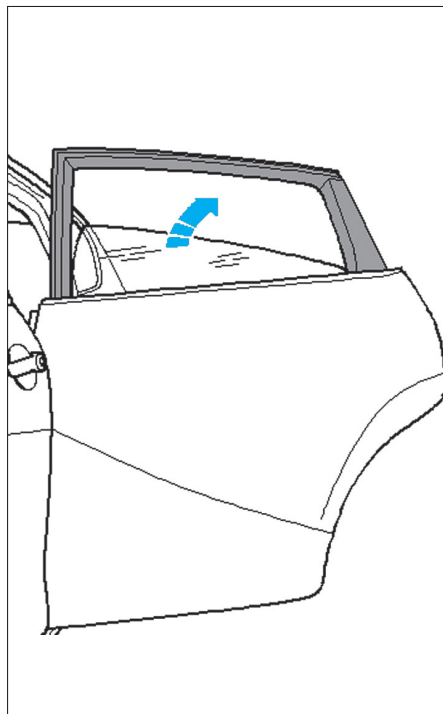

Fig. 69
- Incliner la vitre dans le sens indiqué (Fig.69).